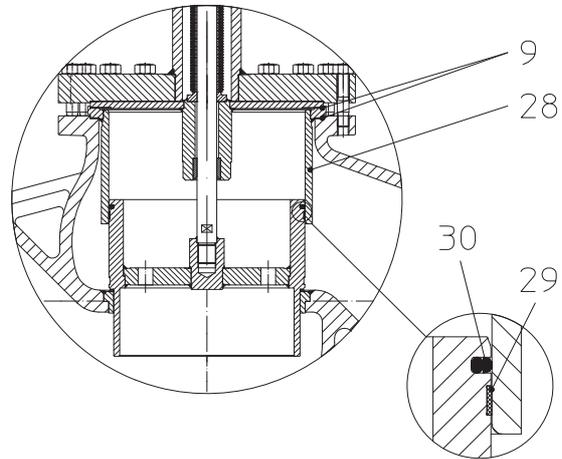

Fig. 12: Clapet d'équilibrage
- Extraire par effet de levier avec un instrument adapté (par ex. tournevis) la garniture de piston usée (pos. 30) de la gorge (rainure) du clapet.
- Mettre une nouvelle garniture de piston (pos. 30) en place en veillant à sa bonne position de montage (voir Fig. 12).
- Remplacer la bande de guidage (pos. 29).
- Nettoyer la surface de roulement de la douille de guidage (pos. 28); la polir éventuellement avec un abrasif fin.
- Renouveler 2 garnitures d'étanchéité (pos. 9).
- Fixer avec les écrous (pos. 11) et serrer en croix. (Couples de serrage voir point 7.3.1)